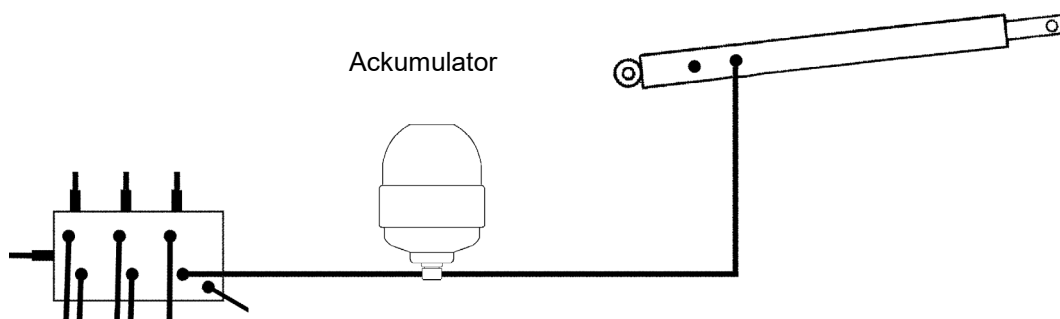

Fig. 9-5 Hydraulanslutningar för hydraulisk ackumulator
- Fäst den hydrauliska ackumulatorm på buskklipparens ram och anslut hydraulledningarna enligt fig. 9-5.